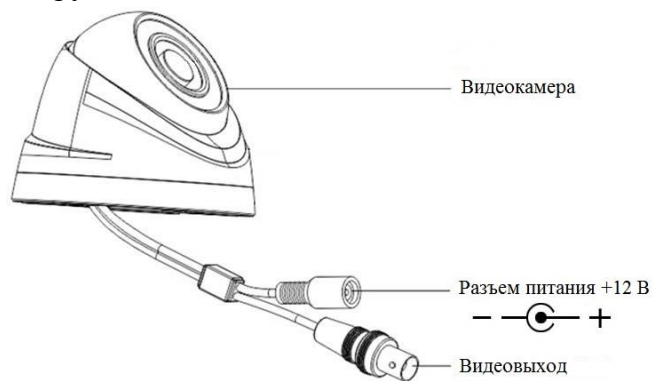

Рисунок 5.2
5.5 Подключите соединительные провода (разъемы) в соответствии со схемой внешних подключений (рис.5.2) и соблюдением полярности. Неверное соединение может